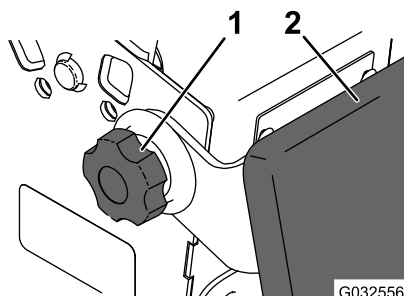

Figure 30
2. Desserrez les boutons rotatifs de chaque côté de la machine (Figure 30).